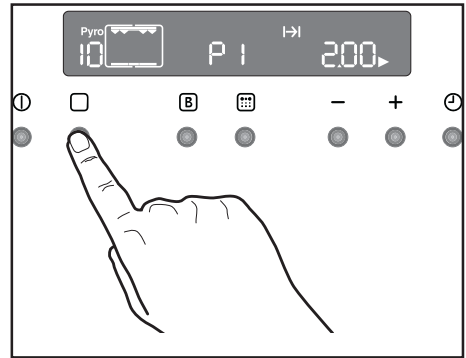

Fig. 17
1. Appuyez sur la touche  pour mettre le four en service. Appuyez sur la touche  autant de fois que nécessaire, jusqu'à ce que le symbole de la fonction "Pyro"  (niveau 1 - P 1) soit visualisé à l'affichage (Fig. 17).